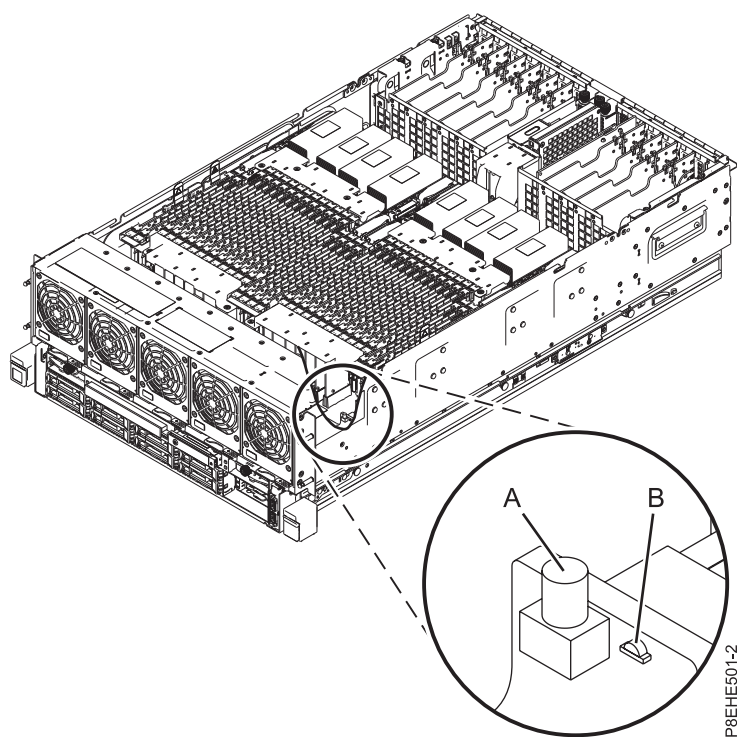

Figure 2. Activation du voyant d'identification
2. Appuyez sur le bouton de commande **(A)**, comme illustré dans la figure 2, pour activer le voyant d'identification. Assurez-vous que le voyant **(B)** est allumé. Cela indique que l'alimentation est suffisante pour activer le voyant d'identification. Si le voyant **(B)** n'est pas allumé, utilisez le code d'emplacement pour trouver l'emplacement physique à l'aide de l'étiquette de maintenance.